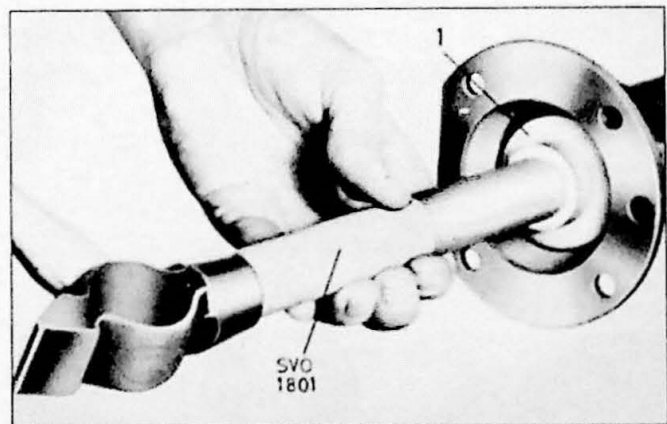

Fig. 9.11. Montage van de keerring
4. Monteer de nieuwe keerring. Let erop dat dit recht gebeurt. Gebruik werktuig SVO 1801 en SVO 2456 (Fig. 9.11).